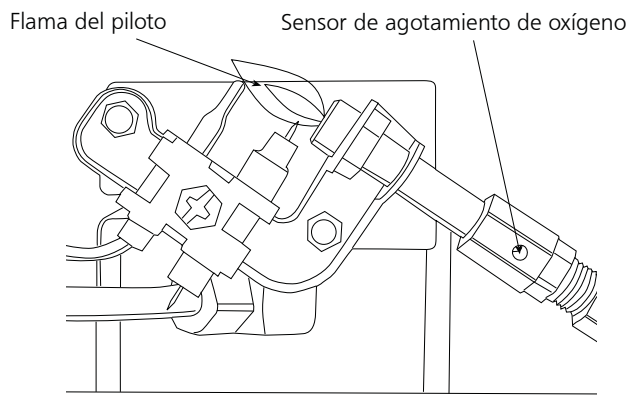

Figura 2
- Gire el regulador externo para la instalación de tanque fácil. Tornillo 1 libra. cilindro de suministro de gas de LP disponible dextrórum (de fondo) en calentador portátil hasta de mano apretado. No use el sellador de hilo en esta unión. ; ver la Figura 2.
- Ligeramente deprima y gire el Botón de Control en contrario para "PILOTAR" la posición, totalmente deprimir para encender a piloto y asimiento durante 30-60 segundos. Repita hasta pilotos. Ver la Figura 2.
La figura 2: Ate el depósito de combustible
Inspeccione visualmente la llama del piloto y el quemador periódicamente durante su uso. La llama del piloto debe ser de color azul (no amarilla) y debe extenderse más allá de la termocupla. La llama rodeará la termocupla justo debajo de la punta. Ver Figura 2, arriba. Una llama levemente amarilla puede ocurrir cuando la llama del piloto y la del quemador principal se encuentran. El quemador debería ser anaranjado brillante (con un leve color azul alrededor del borde y una bruma roja-anaranjada que es visible en el azulejo de cerámica es aceptable) y sin una llama muy notable. Una llama azul que sobresale de la parte superior del azulejo de cerámica indica una acumulación de polvo, pelusas o telarañas dentro del ensamble de la carcasa y del quemador principal. Si el piloto es amarillo o el quemador tiene una llama notable, es posible que sea necesaria una limpieza. Utilice los siguientes procedimientos para inspeccionar el ensamble de la carcasa y del quemador principal. Es necesario revisar periódicamente el orificio del quemador y el tubo venturi del quemador para asegurarse de que están libres de insectos, nidos o telarañas que pueden acumularse con el tiempo. Un tubo obstruido puede generar un incendio.
- 3 Quite (4) cuatro tornillos que aseguran la tapa trasera al Calentador.
- 5 Quite (4) cuatro quemador que retiene tornillos y línea de combustible de la asamblea de quemador. Quite la asamblea de quemador de la espalda del alojamiento.
- 8 Inspeccione y limpie el piloto (montado en el soporte) con una aspiradora o con aire a presión a través de los orificios en el piloto los cuales se indican con flechas en la Figura 2.